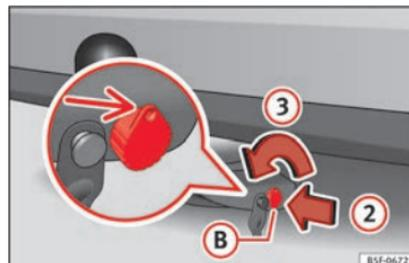

Abb. 234 Schloss entriegeln
- Stecken Sie den Schlüssel **B** in Pfeilrichtung **2** in das Schloss » » **Abb. 234**.